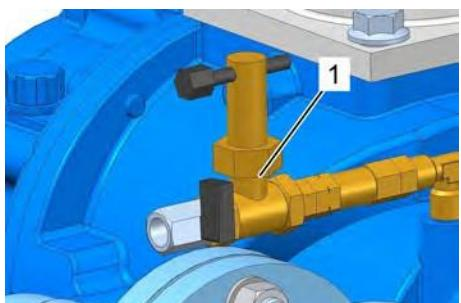

Рис. 32: Шаровой кран
4. → Закройте шаровой кран (Рис. 32/1) в шлангопроводе между насосом и компрессором.
13. Откройте шаровой кран (Рис. 32/1) в шлангопроводе между насосом и компрессором.